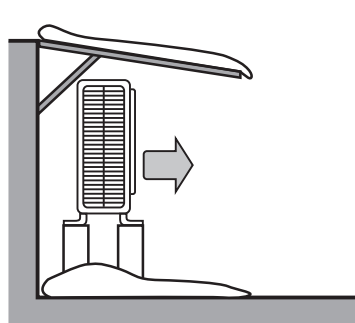

Figura 2-9 Installazione dell'apparecchio esterno su zoccolo sopraelevato e pensilina di protezione dalla neve
- Uno zoccolo elevato e una pensilina (figura 2-9),